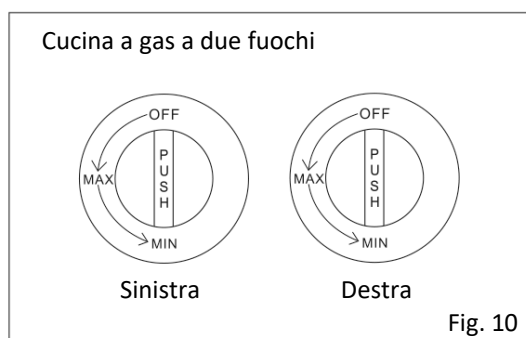
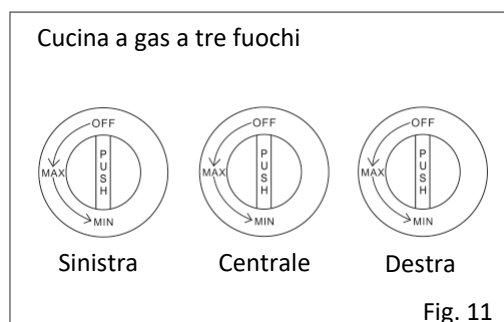

Fig. 10
Fig. 11
3. Posizionare la manopola di controllo del gas sull'asse del rubinetto del gas e spingerla con decisione verso l'interno. (Fig. 10), (Fig. 11)